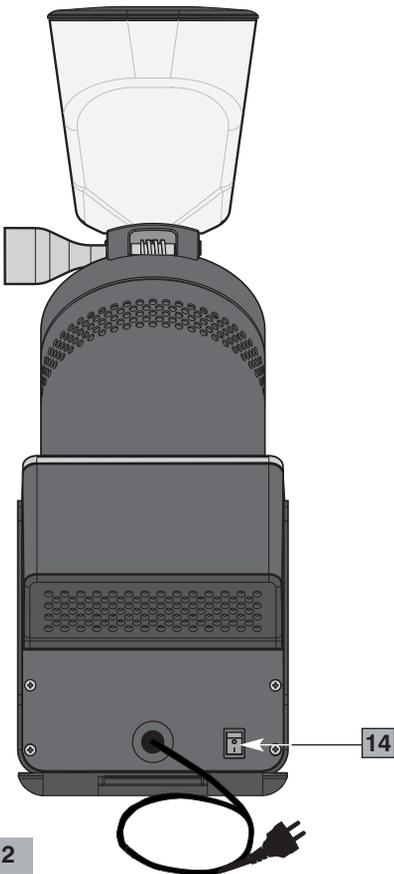

Fig. 2
### Composants principaux (Fig. 1, Fig. 2, Fig. 3, Fig. 4)
| 5 | Bague réglage mouture                  | 14 | Interrupteur ON-OFF (I-O) (Fig. 2) |
Avant de brancher la fiche à la prise de courant, s'assurer que l'interrupteur ON-OFF (14 Fig. 2) est en position d'arrêt « O ».
- 2 Mettre l'interrupteur ON-OFF (14 Fig. 2) en position "I". Le panneau (7 Fig. 1) s'allume (voir Fig. 4).